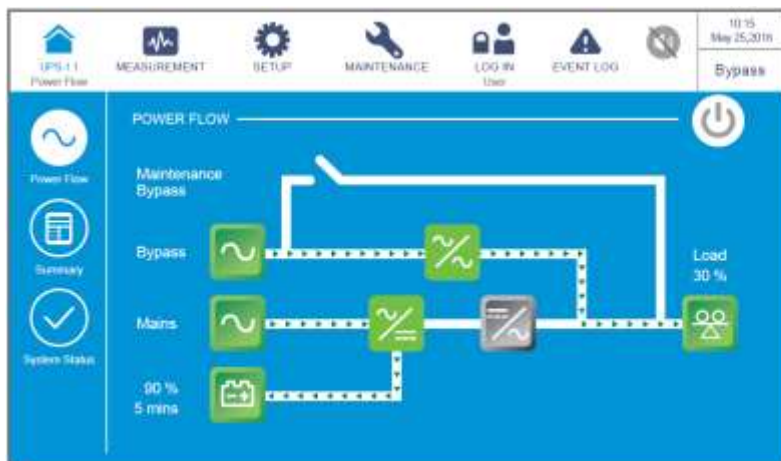

Рисунок 6-47: Экран байпасного режима
- 3) После выбора 'YES' ИБП отключит инвертор, прекратит подачу питания с каждого силового модуля и будет осуществлять подачу питания с байпасного источника переменного тока. Если байпасный источник переменного тока работает ненормально, то существует риск прерывания подачи питания, и подключенные важные нагрузки не будут защищены. В этот момент каждый силовой модуль продолжает заряжать батареи, трехцветный светодиодный индикатор загорается желтым цветом и появляется следующий экран (**Рисунок 6-47**). Расположение трехцветного светодиодного индикатора см. на **Рисунке 2-11**.